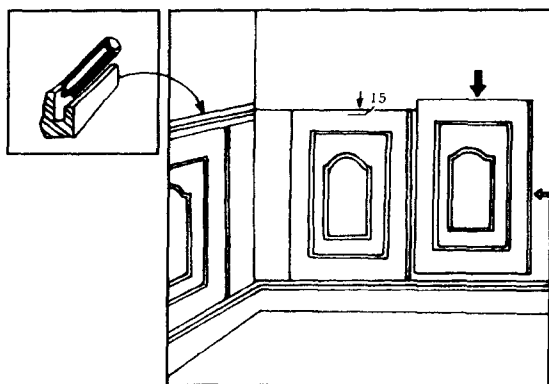

图 1-17 凹凸面板的安装示意图
③ 凹凸面板的安装。将凹凸面板从左到右插入踢脚线内，起始块应从墙角开始，凹槽向着墙角。在距凹凸板上口 1.5cm 处（板宽中间）按上膨胀螺栓或钢钉。注意螺栓不能露出凹凸板面。施工中尚遇到电源开关等时，可用凿子凿出略小于开关的洞；遇到柱子时可用阳角。在腰线凹槽内涂上专用胶，数分钟后插到凹凸面板上，在墙角处必须 45° 对角，如图 1-17 所示。